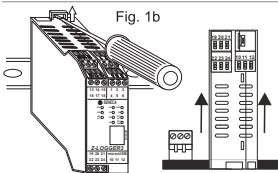

Fig. 1b
- 1) Verschieben Sie die beiden Haken auf der Rückseite des Moduls nach außen, wie auf Abb. 1b gezeigt.
Entfernen von der DIN Schiene IEC EN 60715: Wie dargestellt auf Abbildung 1b: